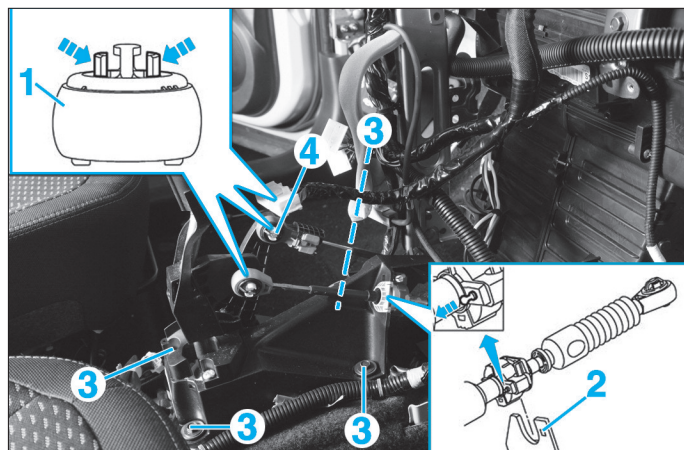

Fig. 7
- Appuyer sur les languettes et tirer les rotules (1) des câbles de sélection et de passage, pour les désaccoupler du levier (Fig.7).
- Tirer les boutons tout en soulevant les câbles de sélection et de passage des vitesses pour les sortir de leur support (2).
- Déposer les vis de fixation (3) puis le boîtier de levier de vitesses.
- Appuyer sur la languette de la rotule (1) du câble de sélection (4) et tirer dessus pour la désaccoupler du levier (Fig.7).